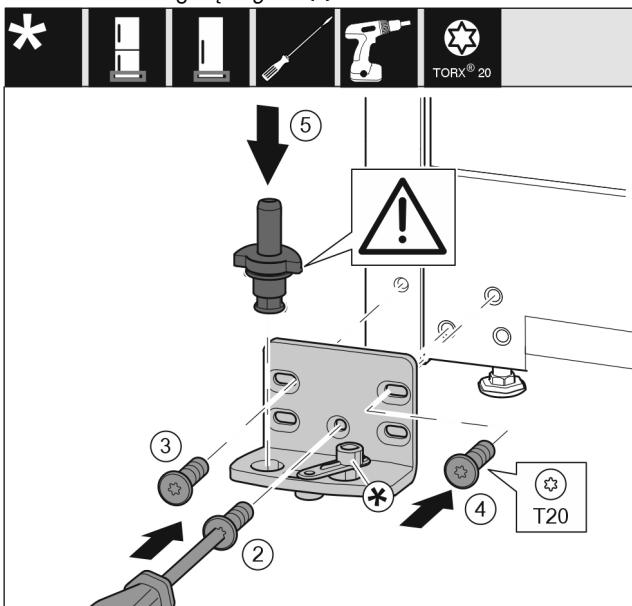

Fig. 15
- Uždékite atraminę gembę kitoje pusėje ir prisukite, naudodami atsuktuvą T20. Su varžtu 2 pradékite apačioje viduryje. Fig. 15 (2)
- Tvirtai prisukite varžtus 3 ir 4. Fig. 15 (3,4)
- Istatykite visą atraminę gembę. Atnkreipkite dėmesį į tai, kad fiksavimo kumšteliš būtų nukreiptas į galą. Fig. 15 (5)